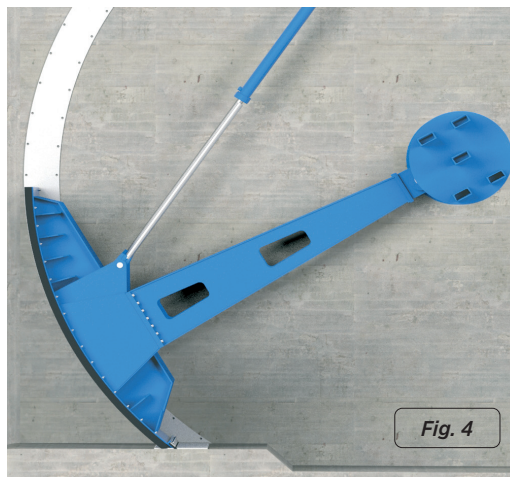

Fig. 4
- Después de colocar el tablero en la obra en posición cerrado, puntear las ménsulas sobre las bases del punto de giro que se encuentran embebidas en las paredes laterales (fig. 4).